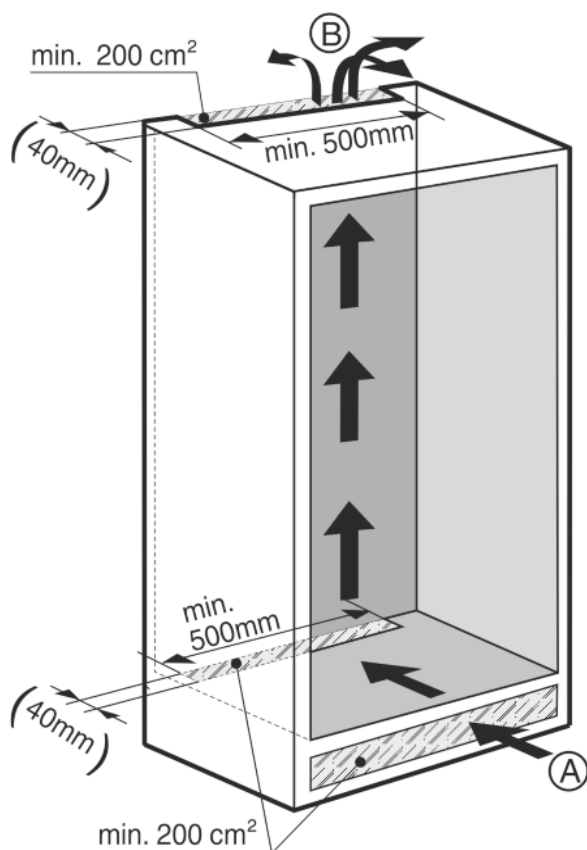

Fig. 3
- Повинен бути передбачений ефективний розмір вентиляційного отвору, що складає не менше 200 см2 для кожного пристрою на вході повітря Fig. 3 (A) й на виході повітря Fig. 3 (B).